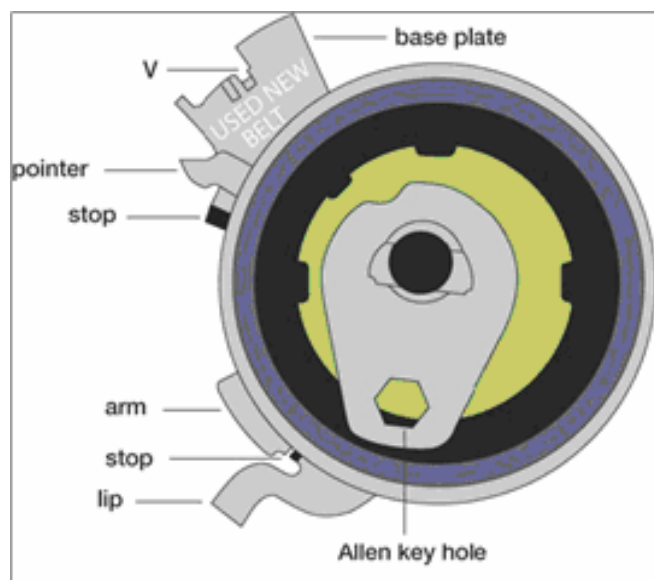

Fig. 1
6. Montera en ny spännare, drag åt spännarens bult lätt. Spännarens Tensioner (lip) **måste** befinna sig i oljepumpens spår. Spännarens pointer skall sitta bakom vattenpumpens remskiva. (Allen keyhole) måste **justeras** in +/- till position klockan 7 (fig.1).